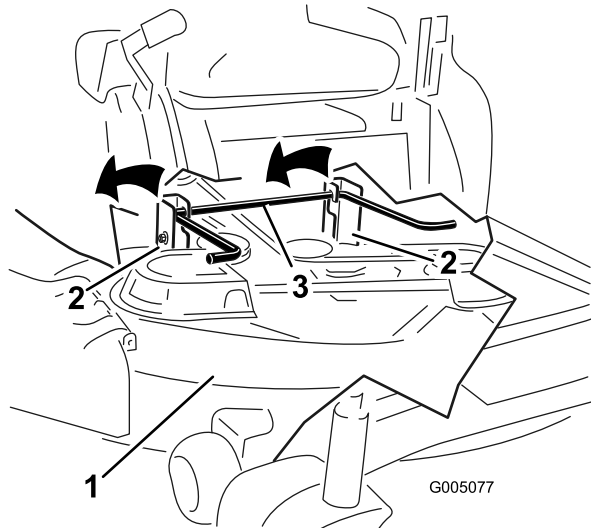

Figura 60
5. Eleve la parte trasera de la carcasa de corte y coloque los soportes sobre la varilla de elevación trasera (Figura 60).
5. Eleve la carcasa del cortacésped y desenganche la varilla de elevación trasera de las pletinas de suspensión, y baje el cortacésped con cuidado al suelo (Figura 60).